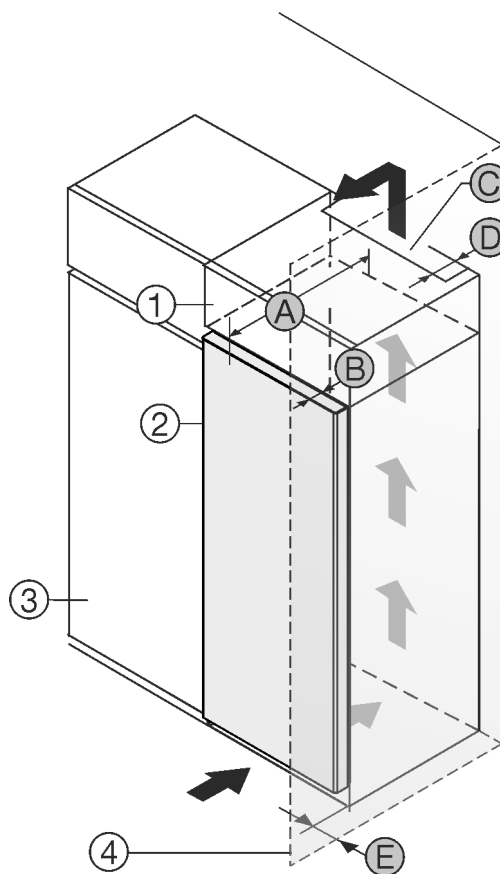

Fig. 1
Можете да поставите уреда непосредствено до кухненския шкаф Fig. 1 (3)\*.
От задната страна на шкафа-пристройка трябва да има вентилационен отвор с дълбочина Fig. 1 (D) по цялата ширина на шкафа-пристройка\*.
Под тавана на помещението трябва да е спазено сечението за вентилация Fig. 1 (C).\*
Когато уредът се поставя с пантите до стена Fig. 1 (4), разстоянието между уреда и стената трябва да е поне 13 mm.\*
Когато уредът се поставя с пантите до стена Fig. 1 (4), разстоянието между уреда и стената трябва да е поне 20 mm.\*
За да можете да отваряте вратата изцяло, уредът трябва да е издаден с дълбочината на вратата Fig. 1 (B) спрямо челото на кухненския шкаф. В зависимост от дълбочината на кухненските шкафове Fig. 1 (3) и използването на детайли за отстояние от стената, уредът може да излезе още по-напред.\*